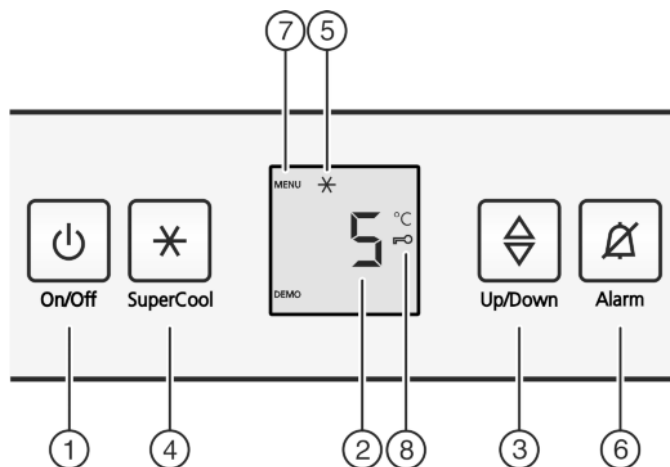

Fig. 2
- Aan/uit-toets Fig. 2 (1) indrukken.
- Toets SuperCool Fig. 2 (4) ca. 5 seconden indrukken.
- ▷ Op de display wordt het symbool Menu Fig. 2 (7) weergegeven.
- ▶ Met de toets SuperCool Fig. 2 (4) kort bevestigen.
- ▷ Het symbool Kinderbeveiliging Fig. 2 (8) op de display gaat branden.
- ▶ De toets On/Off Fig. 2 (1) kort indrukken.
- ▶ Toets Alarm Fig. 2 (6) indrukken.
- ▶ Temperatuurfunctie oproepen: Druk de insteltoets Fig. 2 (3) in.
- ▶ Temperatuur in 1 °C stappen wijzigen: Druk de insteltoets Fig. 2 (3) net zo vaak in, totdat de gewenste temperatuur op het temperatuurdisplay oplicht.
- ▶ Toets SuperCool Fig. 2 (4) kort indrukken.
- ▷ Het symbool SuperCool Fig. 2 (5) is verlicht in de display.
- ▷ Het symbool SuperCool Fig. 2 (5) in de display gaat uit.